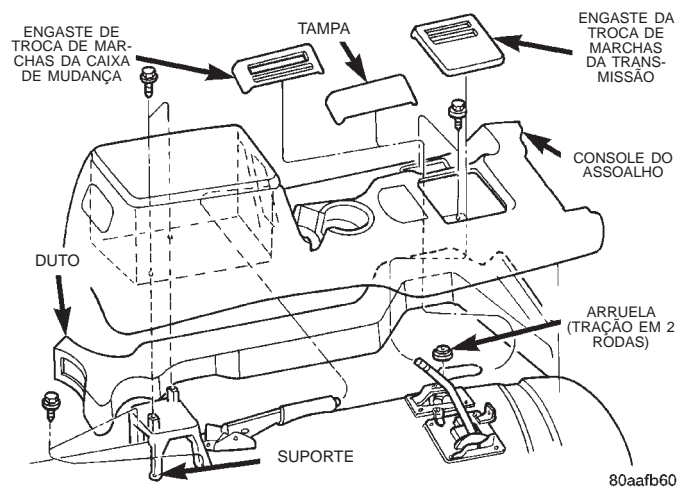

Fig. 85 Console do Assoalho
(1) Remova o puxador/a maçaneta da alavanca de mudança de marchas da transmissão:
(2) Introduza uma ferramenta de lâmina fina sob a borda do engaste do indicador de troca de marchas da caixa de transferência ou da placa da tampa e force para cima, para removê-la.
(3) Abra a tampa do console.
(4) Remova os parafusos que prendem o console ao assoalho e ao suporte de fixação (Fig. 85).
(5) Desconecte o conector do chicote da fiação.
(6) Separe o console do assoalho.